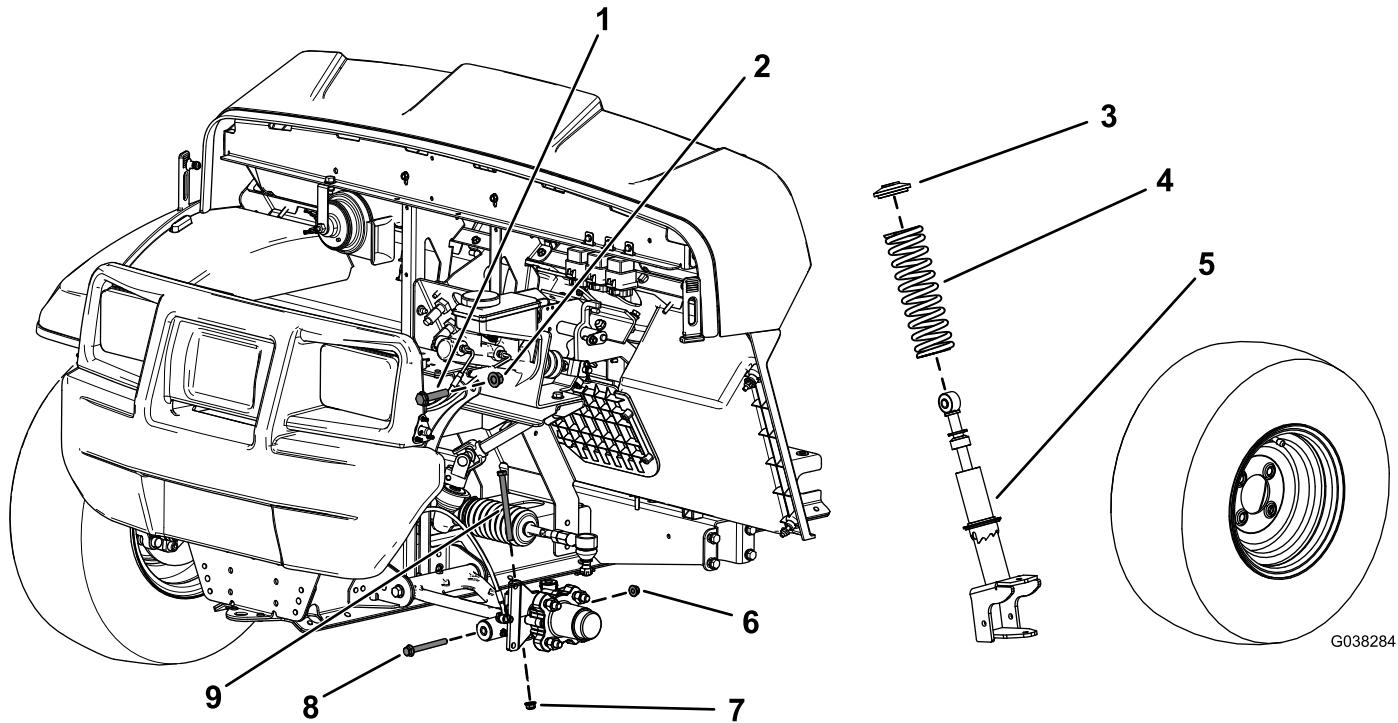

Рисунок 101
3. Снимите болт с шестигранной головкой ($\frac{3}{8}$ x $4\frac{3}{4}$ дюйма) и фланцевую гайку ($\frac{3}{8}$ дюйма) со шпинделем (Рисунок 101).
4. Снимите болт с шестигранной головкой ($\frac{3}{8}$ x $3\frac{1}{2}$ дюйма) и фланцевую гайку ($\frac{3}{8}$ дюйма) с рычага управления (Рисунок 101).
5. Снимите болт с шестигранной головкой ($\frac{1}{2}$ x $2\frac{1}{4}$ дюйма) и контргайку ($\frac{1}{2}$ дюйма), которые крепят стойку в сборе к верхней раме (Рисунок 101).
6. Снимите стойку в сборе (Рисунок 101).
3. Снимите пружину со стойки в сборе (Рисунок 101).
4. Установите новую пружину на имеющуюся стойку в сборе (Рисунок 101).
2. Прикрепите верхнюю часть стойки в сборе к раме при помощи верхнего болта с шестигранной головкой ($\frac{1}{2}$ x $2\frac{1}{4}$ дюйма) и контргайки ($\frac{1}{2}$ дюйма), как показано на Рисунок 101.
4. Установите болт с шестигранной головкой ($\frac{3}{8}$ x $4\frac{3}{4}$ дюйма) и фланцевую гайку ($\frac{3}{8}$ дюйма) на шпиндель (Рисунок 101).
6. Прикрепите нижнюю часть стойки в сборе к рычагу управления при помощи болта с шестигранной головкой ($\frac{3}{8}$ x $3\frac{1}{2}$ дюйма) и фланцевой гайки ($\frac{3}{8}$ дюйма), как показано на Рисунок 101.